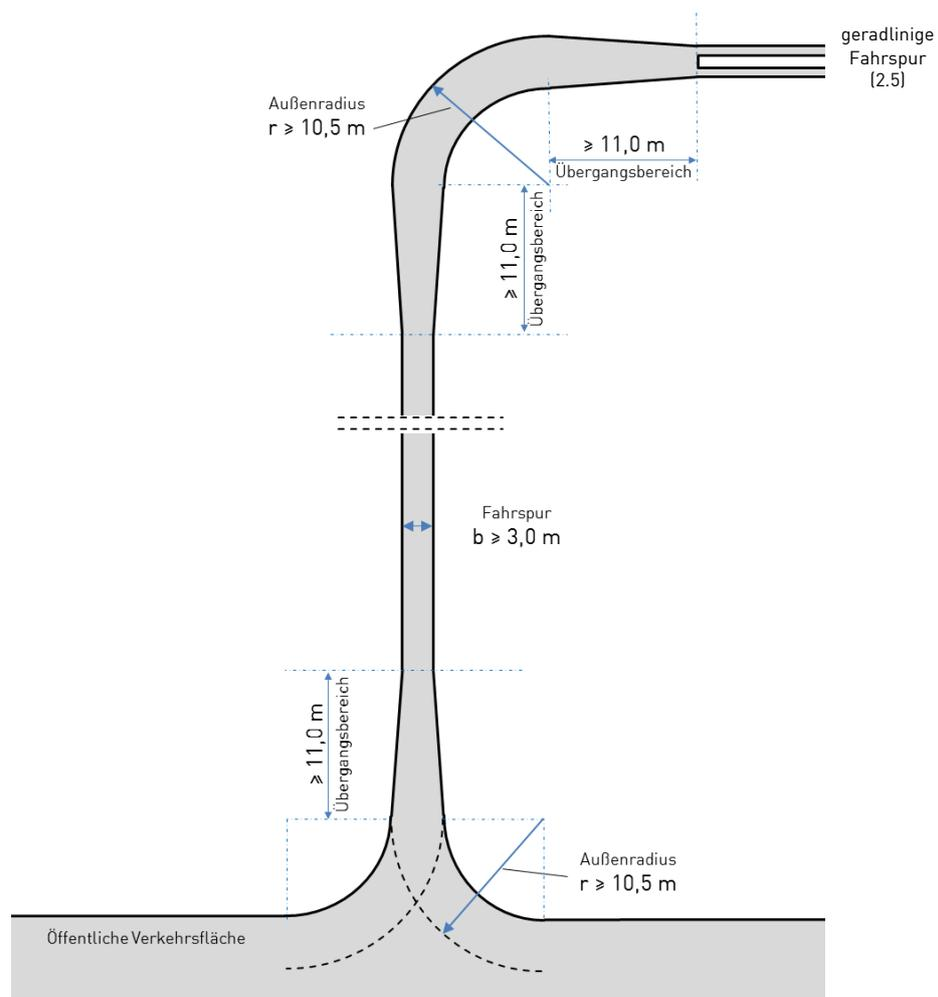

Bild 2 - Zu- und Durchfahrten
- 2.4 Zu- und Durchfahrten, die der Feuerwehr dienen, müssen, wenn sie nicht geradlinig verlaufen (Bild 2), bei einem Außenradius der Kurven von